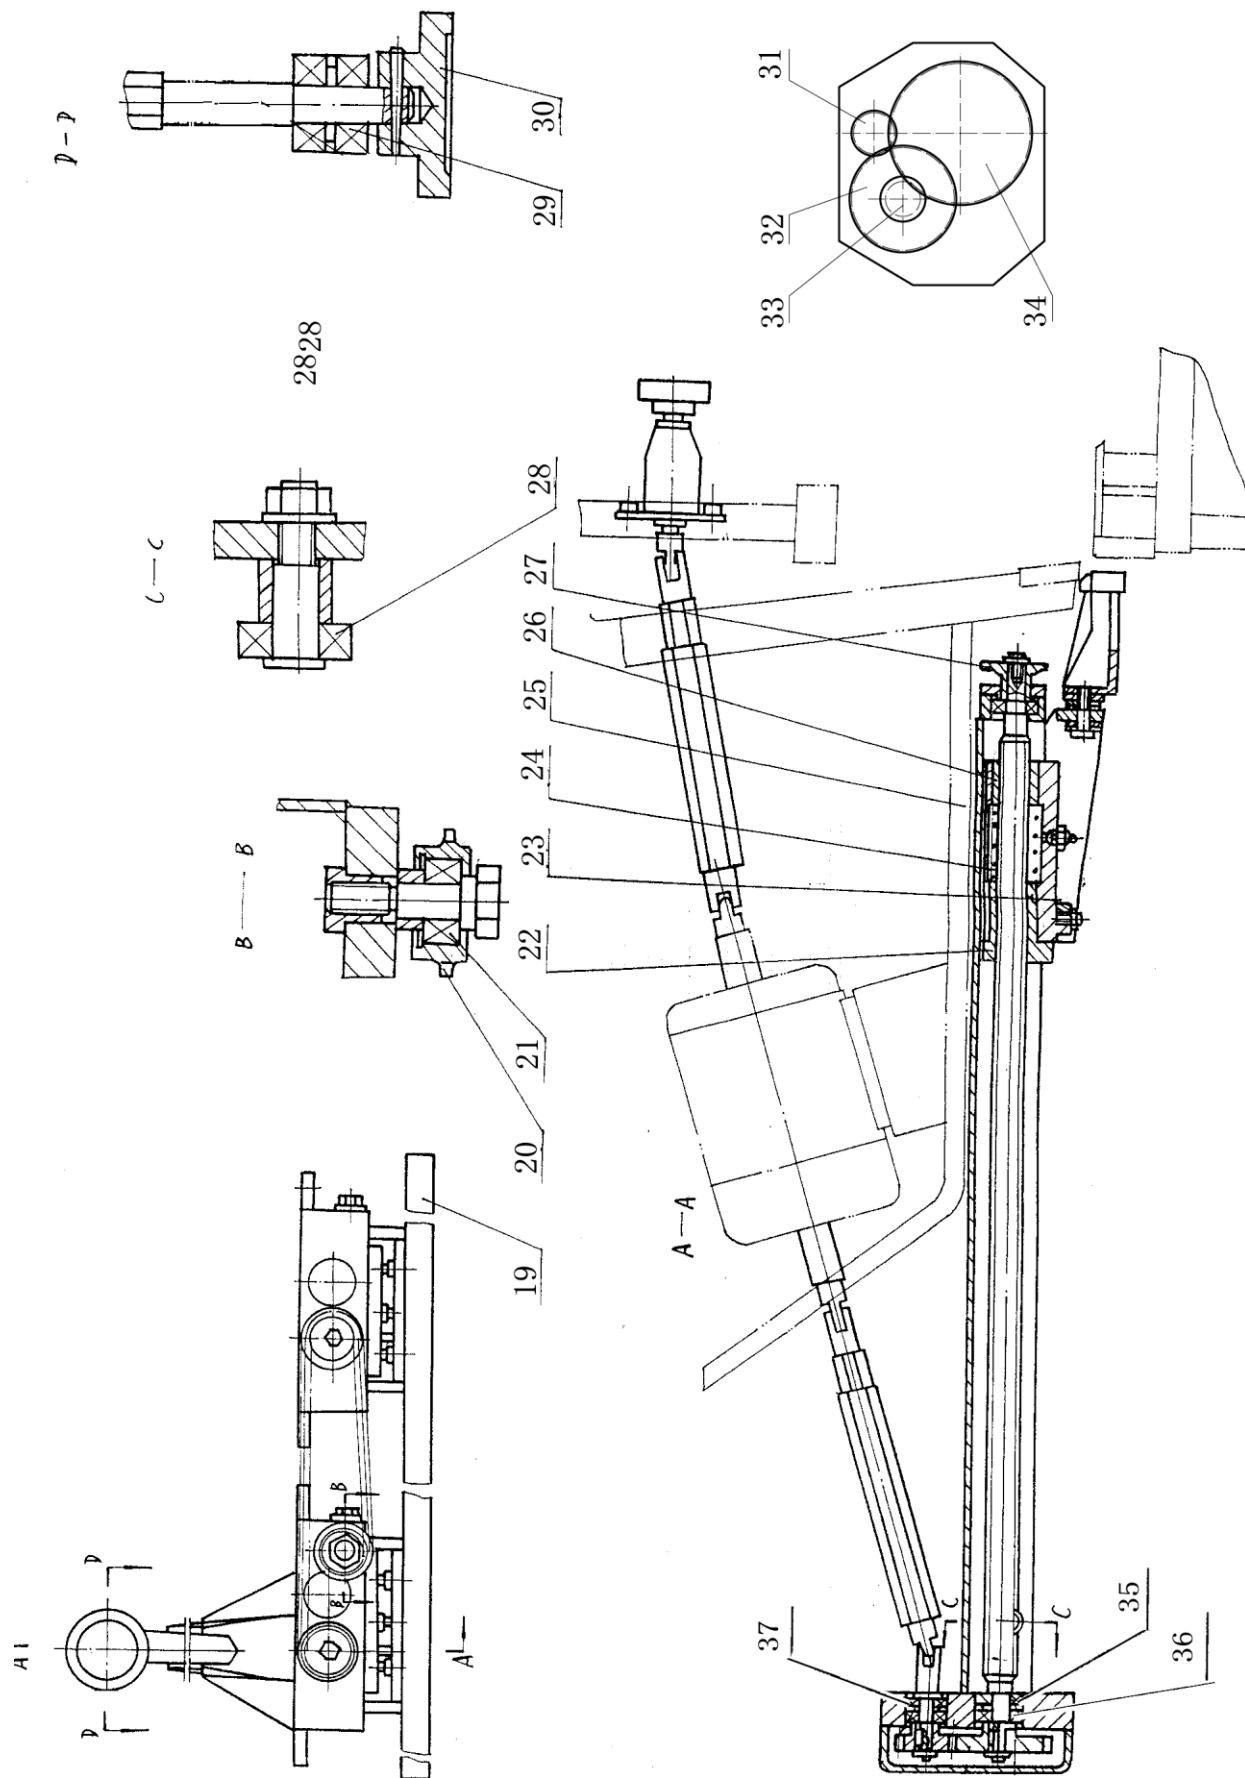

Рис. 5.6: Задний упор
Машина оснащена несколькими гидравлическими цилиндрами (рис. 5.6), расположенными на опорной поверхности. Когда масло поступает в гидравлические цилиндры, головка перемещается вниз, преодолевая усилие натяжения пружины (17), и оказывает давление на режущую пластину, которая после резки стального листа возвращается в прежнее положение под действием пружины
Задний упор (Рис. 5.6): устанавливается на держателе верхнего ножа и перемещается вверх-вниз вместе с держателем верхнего ножа. Регулировка заднего упора осуществляется приводом мощностью 0,55 кВт с зубчатой передачей. Задний упор перемещается вперед/назад нажатием кнопки - /+ в соответствии с заданными параметрами. При отсутствии заданных параметров перемещение можно осуществлять вращением ручного маховика (41).